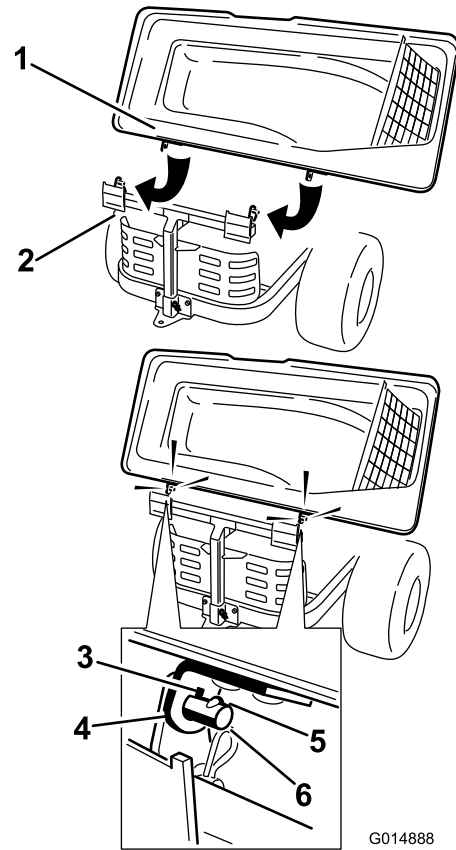

Figure 17
1. Montez le couvercle du système de ramassage sur le bâti. Faites pivoter le couvercle pour aligner les trous de clavettes dans les supports supérieurs du système de ramassage sur les clavettes des montants du bâti (Figure 17). Faites coulisser les supports sur les montants et abaissez le couvercle du système de ramassage en position de marche.